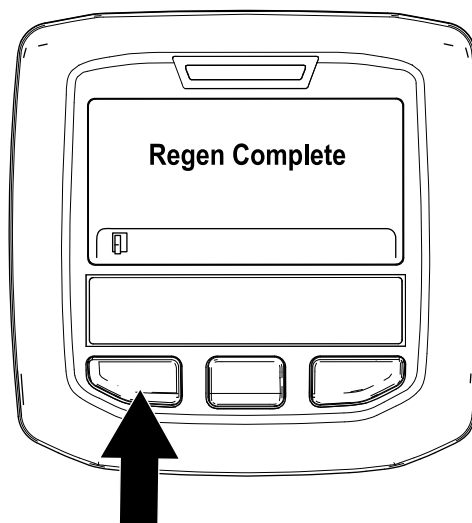

Figure 39
9. La régénération en stationnement est terminée lorsque le message « Regen Complete » (régénération terminée) s'affiche sur l'InfoCenter. Appuyez sur le bouton gauche pour revenir à l'écran d'accueil (Figure 39).